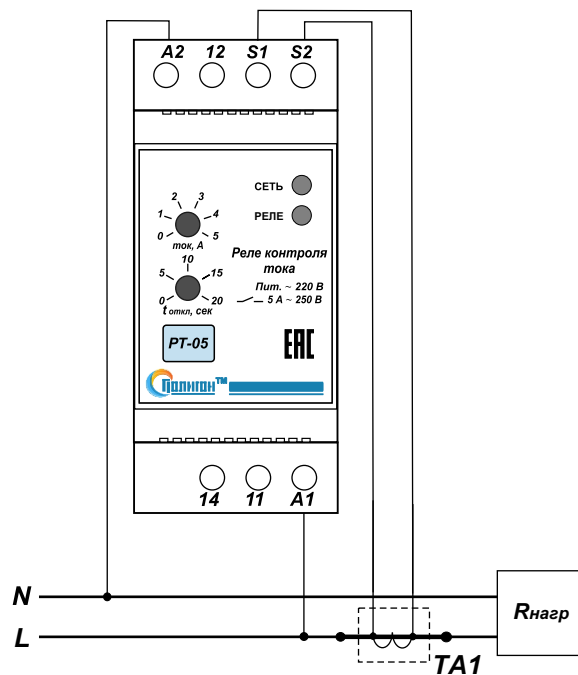

Рис.1. Типовая схема подключения РТ-05 к сети переменного тока.
4.2 Произвести подключение входной контролируемой сети, цепей управления и сигнализации согласно маркировке (рис.1):